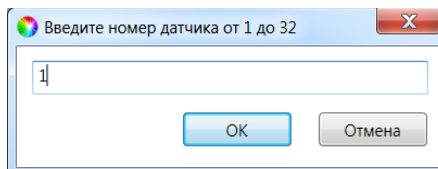

Рис. 7.7. Ввод номера радиоизвещателя
6.2. В открывшемся окне укажите номер извещателя (от 1 до 32) из числа еще не занятых и нажмите кнопку *ОК* (рис. 7.7).